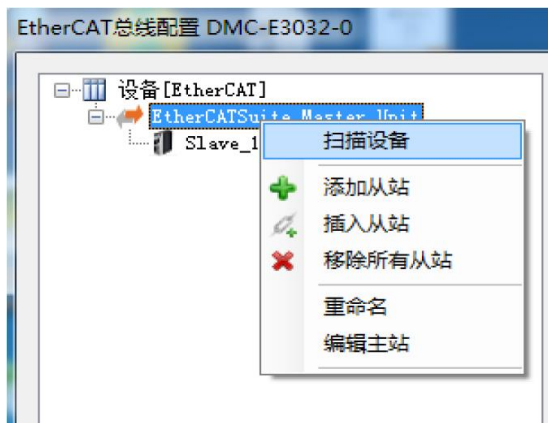
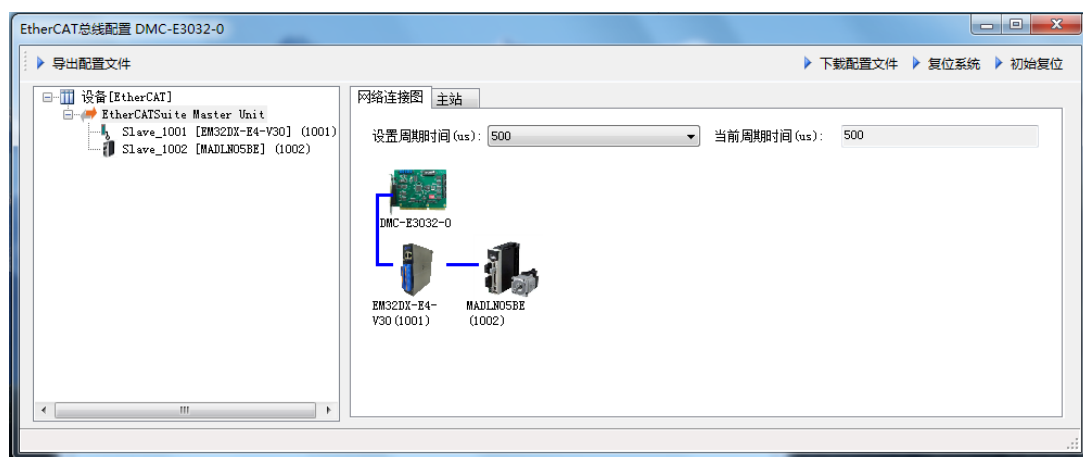

图 3.7. 自动扫描设备
图 3.8. “总线配置” 页面
2. 自动添加节点设备。在主页面上点击“总线配置”按钮，进入到如图 3.7 所示界面。
总线上的从站设备都接好并上电，然后右键点击主站，选择“扫描设备”进行自动扫描。如图 3.7 所示。扫描完成后，主站节点下会显示总线上所有的从站，如图 3.8 所示。